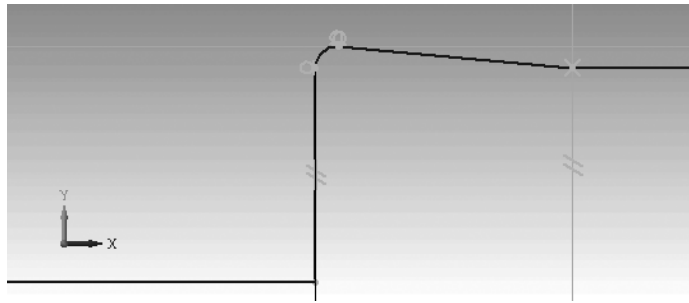

Рис. 2.70. Результат построения канавки между смежными ступенями вала
- щелкните дважды в панели инструментов **Вид** по текстовому полю **Текущий масштаб**, наберите на клавиатуре масштаб изображения равный 20, а затем нажмите клавишу **Enter** для фиксации ввода. Это состояние системы показано в рабочем окне на рис. 2.70.